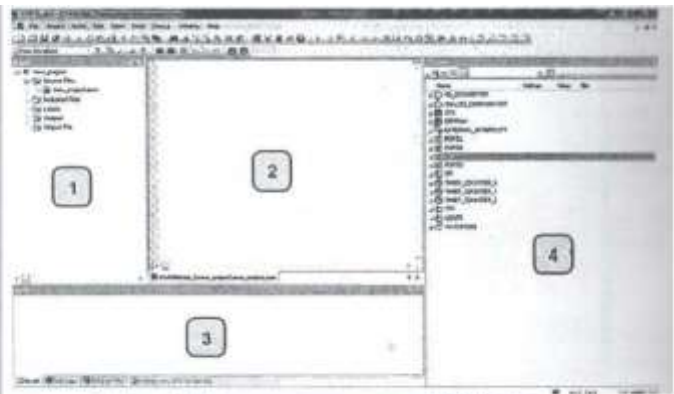
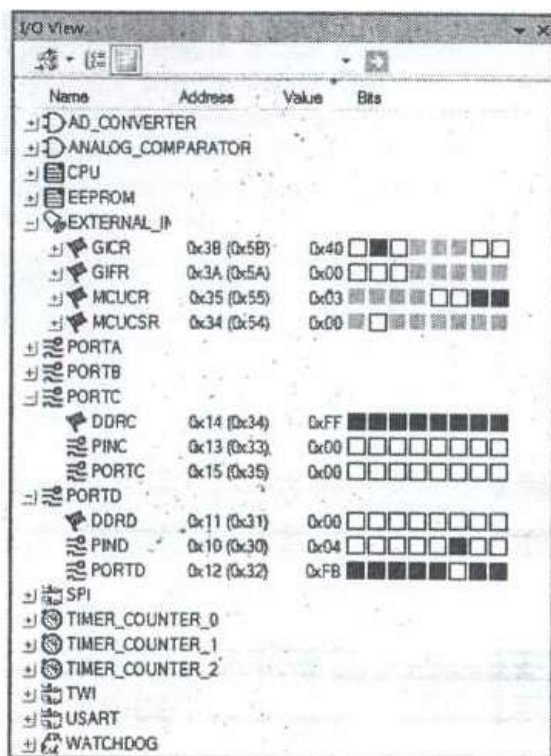

Рис. 4. Рабочее окно программы AVR Studio
Рис. 5. Контроль состояния регистров микроконтроллера при симуляции
4. При нажатии на кнопку «Finish» в программе открывается рабочее окно программирования (рис. 4)
- окно проекта «Project». Здесь отображается структура проекта, которая содержит его имя и список подключенных файлов и библиотек (рис.4 окно 1);
Контроль состояния регистров и отдельных устройств микроконтроллера осуществляется в окне «4» (рис. 4). Каждое устройство можно развернуть и увидеть содержимое его регистров управления и контроля (рис. 5).